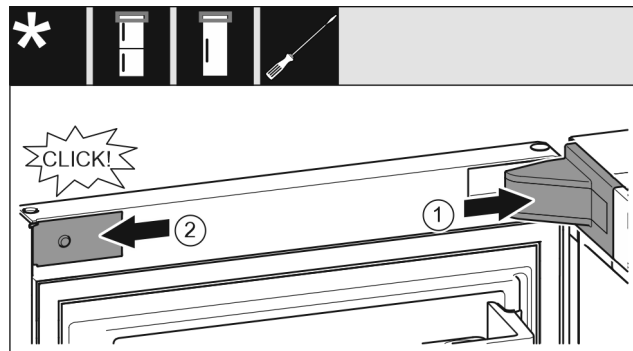

Fig. 26
- ▶ Lagerbockabdeckung Fig. 26 (1) aufsetzen und einrasten, ggf. vorsichtig auseinanderdrücken.
- ▶ Blende Fig. 26 (2) seitlich ansetzen und einrasten.